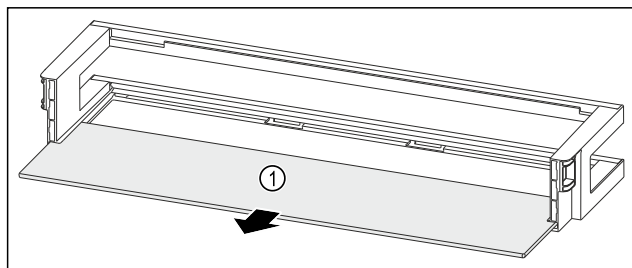

Fig. 136 Polica u vratima s policom za odlaganje
- Izvadite policu Fig. 136 (1).